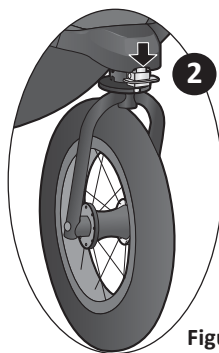

Figure 4.16
- 2 **Activer le verrou de la roue avant pivotante:** Avec la roue droite, tirez la languette vers l'extérieur jusqu'à ce qu'elle "clique" pour empêcher la roue avant de pivoter. **Figure 4.16** NOTE: La position verrouillée est idéale pour voyager sur des surfaces rocailleuses ou inégales. La roue verrouillée est requise pour faire du jogging.